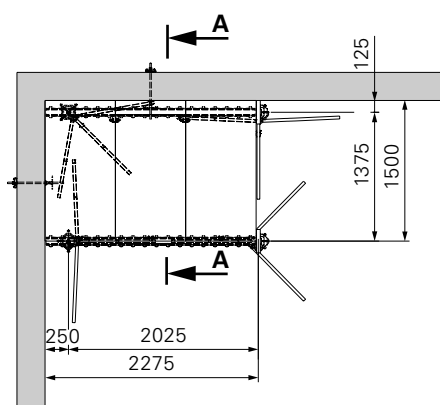

Fig. A4.05
1. Placer l'étais avec tête d'étais (6) dans un coin de la pièce. (distance voir figure A4.05).